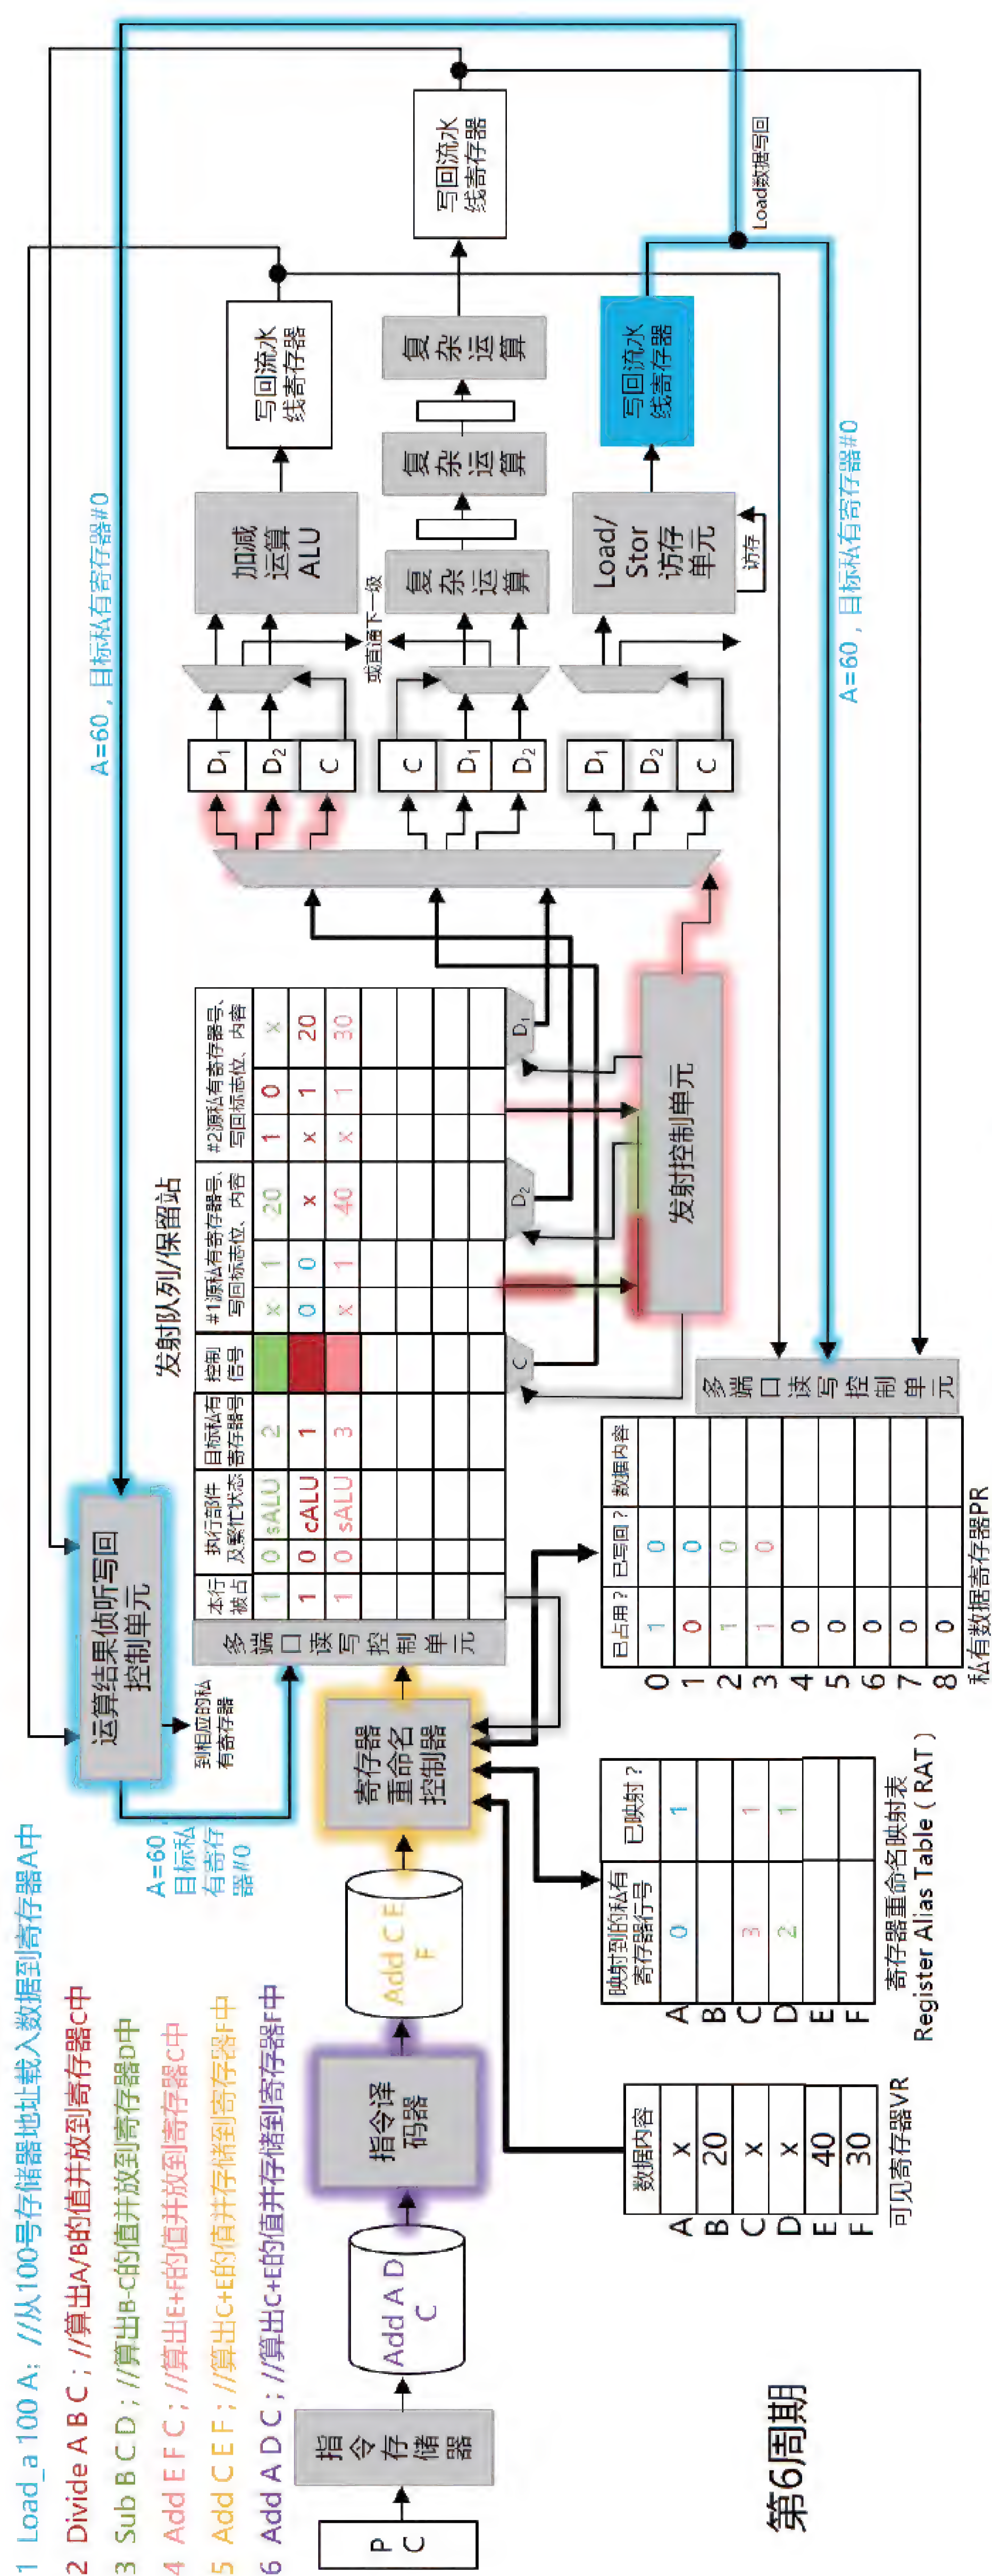

图4-54 第6周期执行过程
**第6周期：**如图4-54所示。在本周期边沿，紫色指令被锁入指令队列并被译码，黄色指令被锁入译码后的控制信号队列并被寄存器重命名和读操作数入保留站，黄色指令的源寄存器C与粉色指令的目标寄存器C发生了RAW真相关，同时目标寄存器F被重映射到私有寄存器#4。同时上一步处理完毕的粉色指令的保留站各个数据项被锁入保留站并参与调度。发射单元判断出粉色指令的两个操作数都已经准备好，所以将其发射到sALU前端等待执行，同时删掉保留站中粉色指令的条目，实现了超车提前执行。同时，Load\_a指令的结果被锁入写回寄存器并输送数据到私有寄存器和结果侦听控制单元，侦听控制单元发现保留站中正有条目等待着这个结果，所以将该结果写入